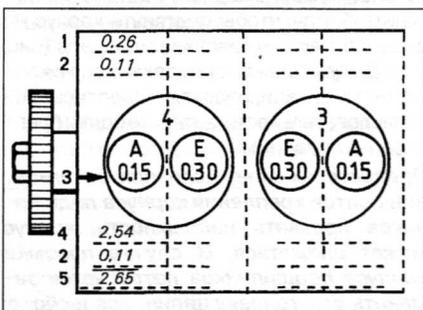

Рис. 12.5. Пример расчета толщины регулировочной прокладки (двигатели 1.9 л)
5 Возьмите листок бумаги и нарисуйте контур двигателя в плане с указанием цилиндров, которые пронумерованы, начиная от маховика. Покажите положение каждого клапана и запишите предписанное значение клапанного зазора. Над позицией каждого клапана нарисуйте линии для записи фактического зазора (1) и значения необходимой регулировки (2) (рис. 12.5).
14 Проведите еще три линии под позицией каждого клапана на контрольном листке, как показано на рисунке (рис. 12.5). На линии (4) запишите измеренную толщину регулировочной прокладки, а затем прибавьте или вычтите разность, указанную на линии (2), чтобы получить окончательное значение толщины требуемой регулировочной прокладки, которое следует записать на линии (5).